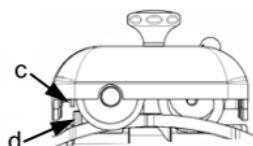

Fig. 26
4. Baje el tapón, el pasador (c) debe cerrarse en el casquillo de bloqueo (d) (fig. 26);